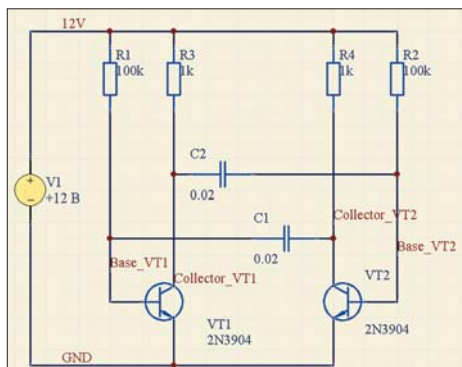

Рис. 4. Подготовленная к моделированию схема мультивибратора
6. Нажмем расположенную между списками кнопку >. Выделенные сигналы будут перенесены в правый список Active Signals (рис. 4).